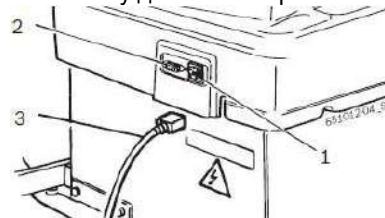

Рис. 3. Электрическое подключение:
2. Включите станок для балансировки колес при помощи включателя/выключателя (рис. 3, поз. 1).